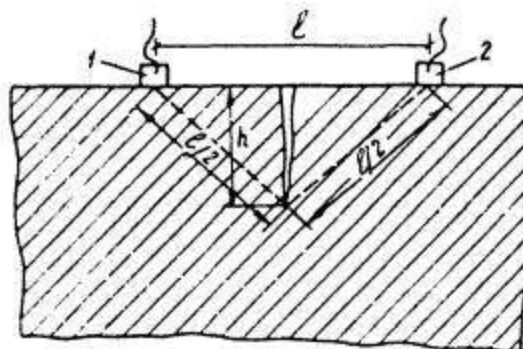

Рисунок 2 – Схема измерения глубины трещины
**Примечания** 1 Глубина трещины устанавливается по изменению времени распространения ультразвука методом поверхностного прозвучивания при условии, что плоскость трещинообразования перпендикулярна линии прозвучивания. Глубина трещин (рисунок 2) определяется из соотношений: